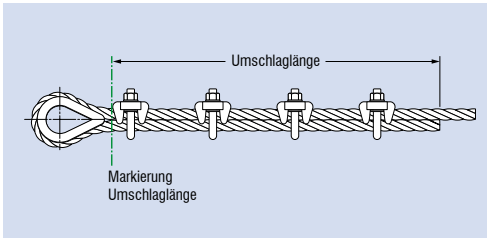

Abb. 6: Umschlaglänge
- Beim Herstellen der Endverbindung muss auf die Umschlaglänge des Seiles geachtet werden, um alle Klemmen mit den vorgegebenen Abständen fixieren zu können und damit das unbelastete Seil noch mit einer definierten Länge übersteht. Die Umschlaglänge ist auf dem Seil zu markieren (Abb. 6).